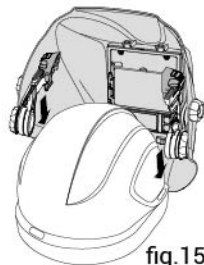

fig.15
- Introduza os pinos do adaptador nas ranhuras situadas em cada lado do capacete de proteção (ver fig. 15).